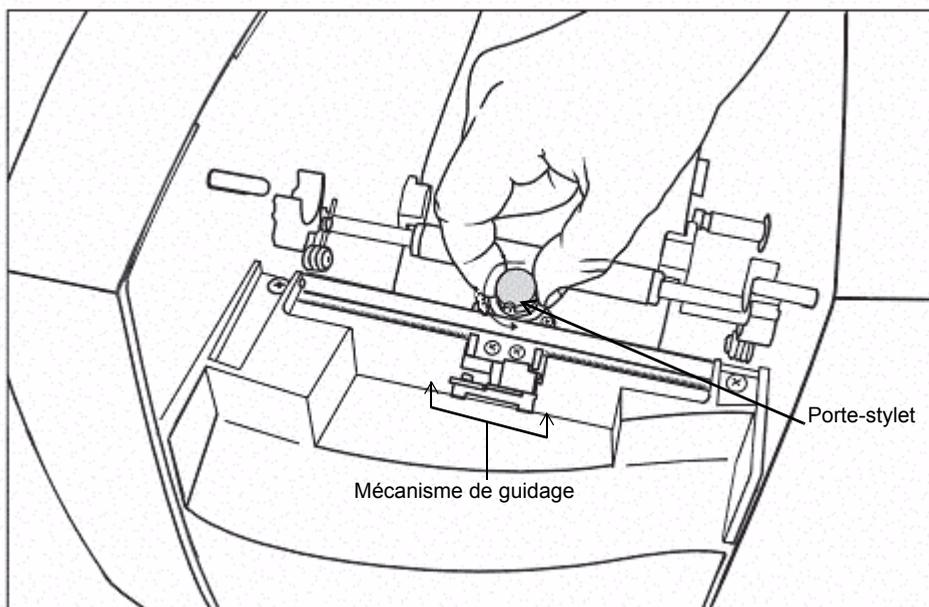

Figure B-1. Extraction du porte-stylet
- Etape 3 :** Pour extraire le porte-stylet du mécanisme, faites-le pivoter dans le sens contraire des aiguilles d'une montre pour le dévisser, comme illustré à la Figure B-1.